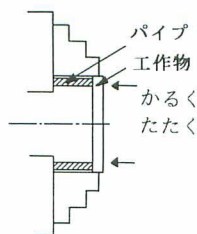

図5-14
①図5-14のように工作物よりやや小さい径のパイプ(挟みリング)をチャック面に挟んで、小さい真鍮またはプラスチックハンマーで工作物を軽くたたいて落ち着かせてから切削します。このパイプの左右の切り口は平行でなければなりま